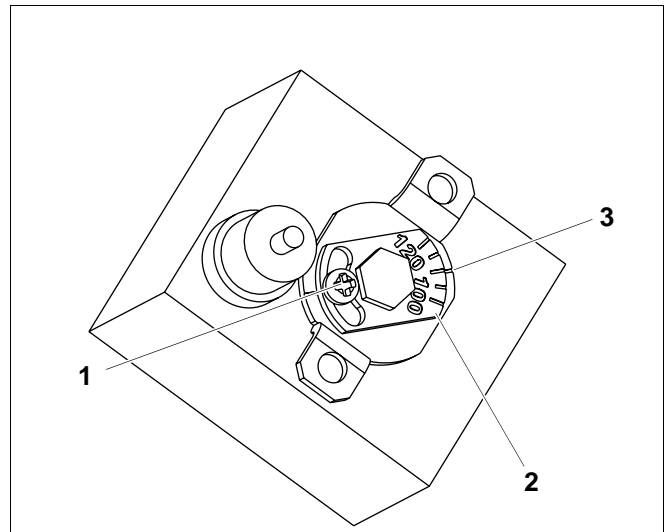

Abb. 3 Variante A
### 2.2.1 Abb. 3 Variante A
- Schraube (Abb. 3, **Pos. 1**) lösen.
- Blechteil mit Temperaturskala (Abb. 3, **Pos. 2**) auf Markierung (Abb. 3, **Pos. 3**) stellen.
- Schraube (Abb. 3, **Pos. 1**) wieder andrehen.